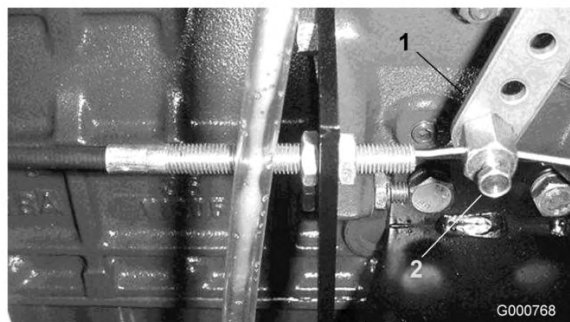

図 58
- インジェクション・ポンプのレバー・アームの所にあるスロットル ケーブルのコネクタをゆるめる（図 58）。